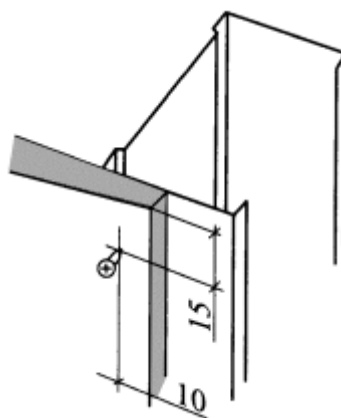

Рис. 1. Правильное крепление ГКЛ к стойке
4) После установки каркаса к нему крепятся ГКЛ с помощью самонарезающих шурупов длиной не менее 25 мм. Крепежные работы необходимо вести от угла ГКЛ в двух взаимно перпендикулярных направлениях с шагом не более 25 см, при этом, не допуская деформации листа. Шурупы должны отстоять от кромки листа на расстояниях указанных на *рис. 1*.